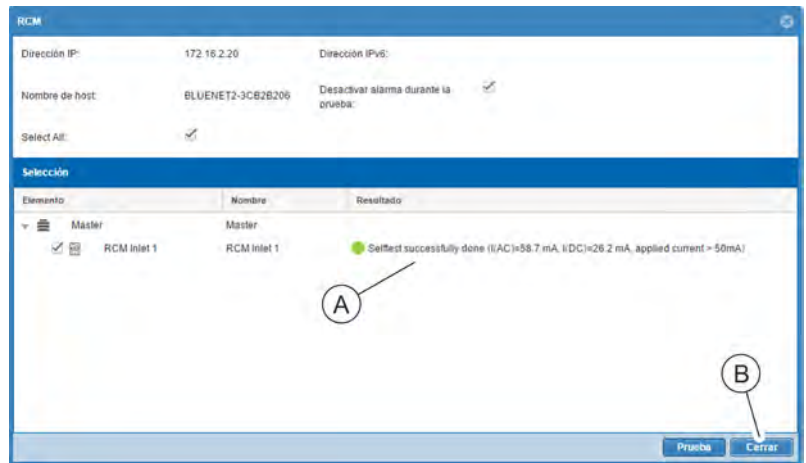

Fig. 108: Ventana "RCM"
6. ➔ Compruebe el resultado de la autocomprobación de RCM (Fig. 108/A).
7. ➔ Cierre la ventana "RCM" con el botón "Cerrar" (Fig. 108/B).